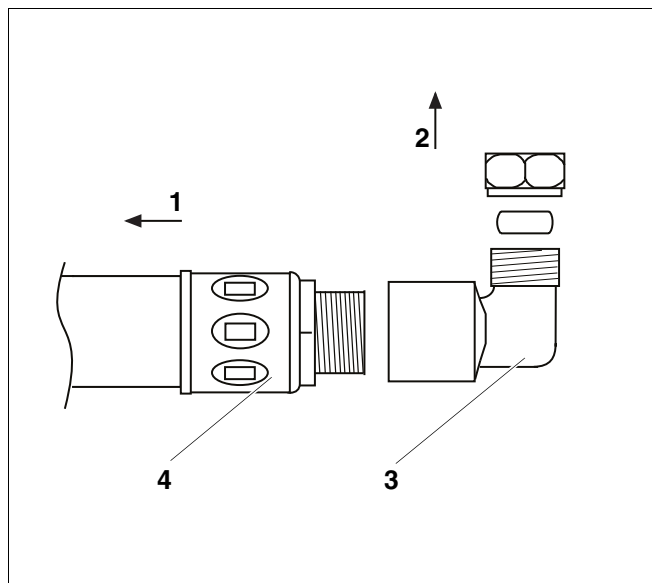

Fig. 3 Collegamento del set idraulico completo all'accumulatore
- Eseguite il collegamento all'accumulatore mediante il sistema di serraggio angolare con anello (fig. 3, **pos. 3**).
- Avvitare il sistema di serraggio angolare con anello (fig. 3, **pos. 3**) al raccordo dell'accumulatore (fig. 3, **pos. 4**), per congiungere l'accumulatore al set idraulico completo.